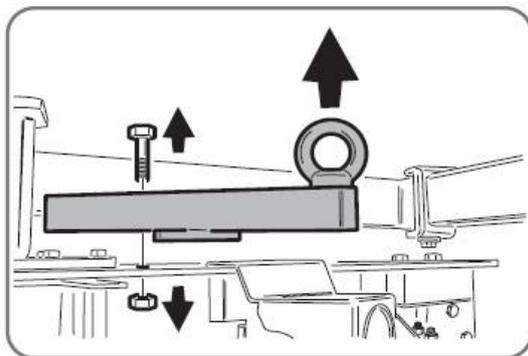

図3.3
- ・ ネジとワッシャーを外して、リフティングブラケットを取り外します (図 3.3)。